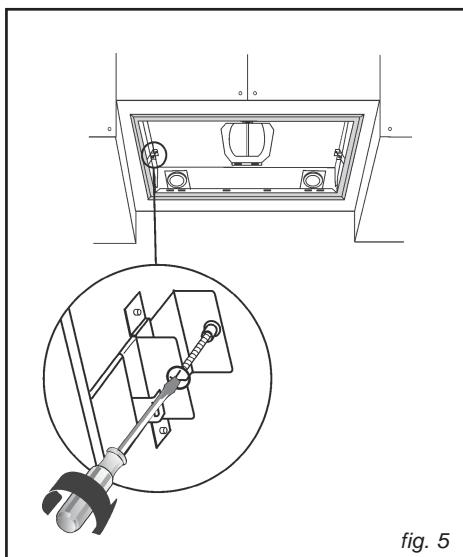
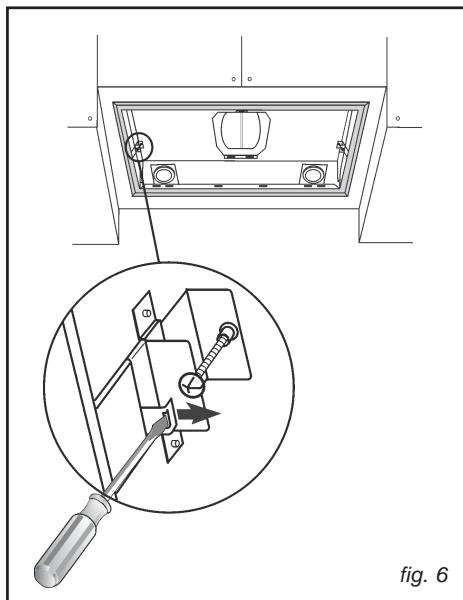

fig. 5
fig. 6
- Die im Gerät 2 Schrauben anziehen (Abb. 5) bis das Teil auf der Hinterseite des Hängeschranks haftet. Die beiden Schrauben nicht forcieren, damit die Metallbügel in der richtigen Position bleiben.
- Die im Gerät 2 Schrauben anziehen (Abb. 5) bis das Teil auf der Hinterseite des Hänßeschranks haftet. Die beiden Schrauben nicht forcieren, damit die Metallbügel in der richtigen Position bleiben.
Die zwei Schrauben im Geräteinneren (Abb.5) lockern, die beiden Zungen in Richtung Geräteinneres über die vorgesehenen Einschnitte verschieben (Abb.6) und das Gerät herausnehmen.